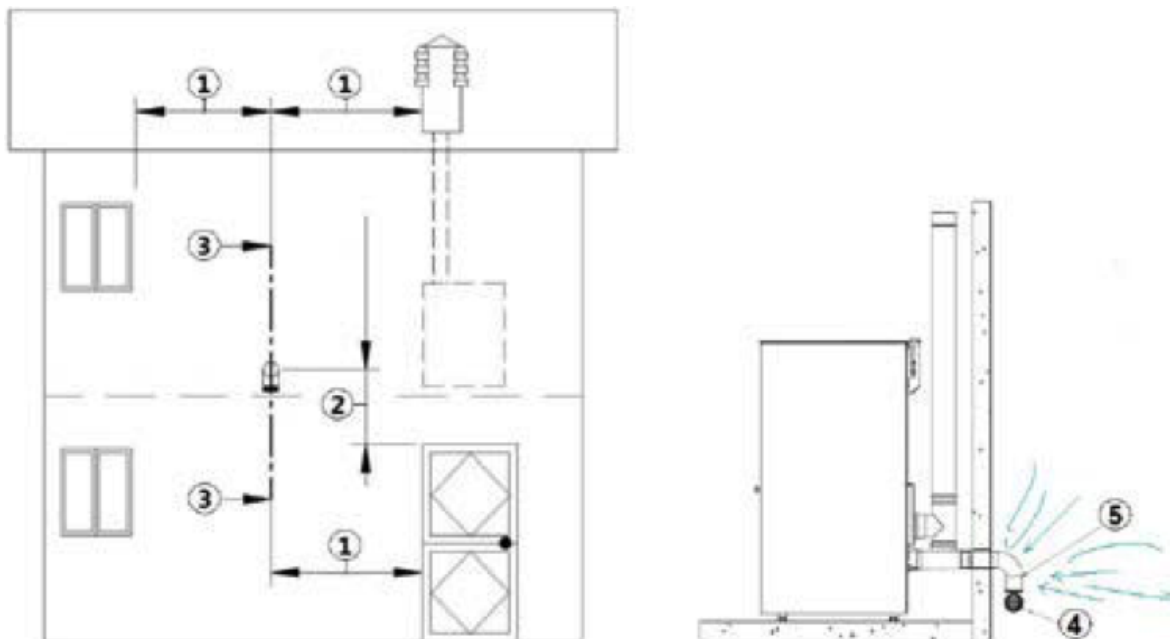

Fig. 7 - Presa d'aria per installazione a camera stagna
- Sulla parete esterna è necessario installare una curva a 90° per proteggere l'afflusso dell'aria comburente dagli effetti del vento: rivolgere l'imbocco della curva verso il basso, vedi Fig. 7 .